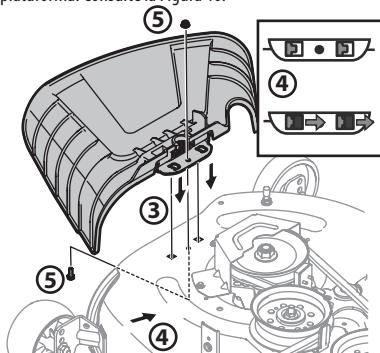

Figura 10
- Ubique el deflector del canal en la plataforma, asegúrese de insertar las lengüetas de dicho deflector en los orificios de la plataforma. Consulte la Figura 10.
- Deslice el deflector del canal hacia la parte posterior del tractor hasta que el orificio del perno que está en el deflector del canal quede alineado con el orificio de la plataforma. Consulte la Figura 10.